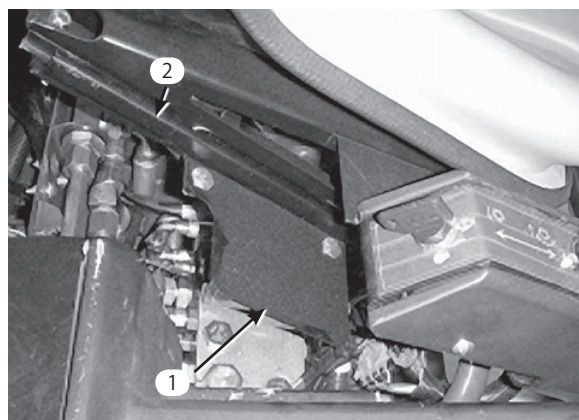

図7
7. シート・ベースの右側にバルブ・シールドを取り付ける。キャリッジ・ボルト (5/16 x 5/8 in) とナットを使用。シールドの位置は図7を参照。